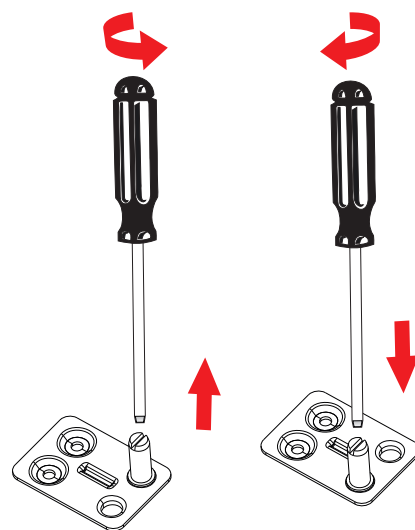

Fig. 12
- ▶ Retire la espiga de la bisagra superior (fig. 12) con un destornillador de ranura y vuelva a enroscar la espiga en el orificio opuesto.